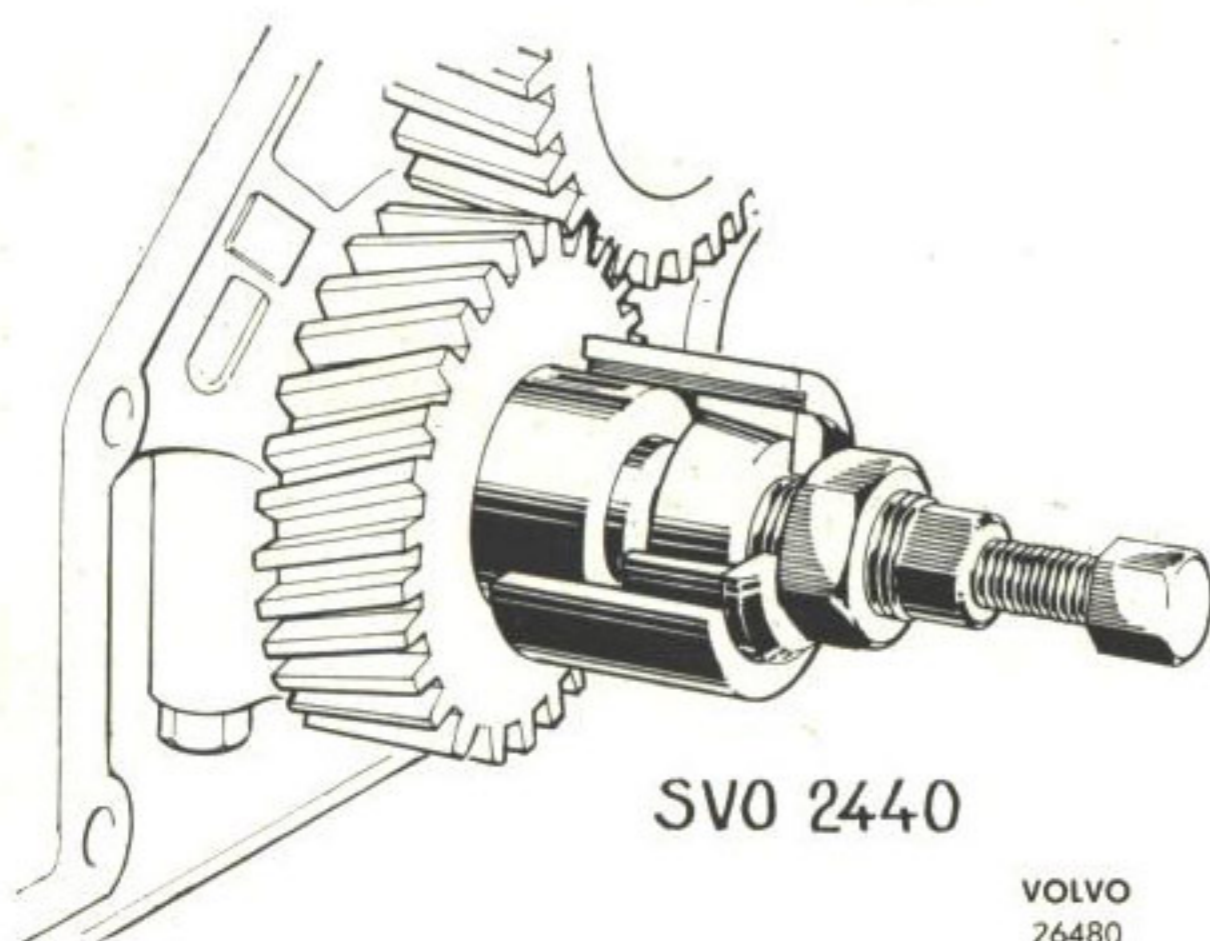

Bild 23. Demontering av nav på vevaxel.
3. Demontera navet på vevaxeln med avdragare SVO 2440. Se bild 23.